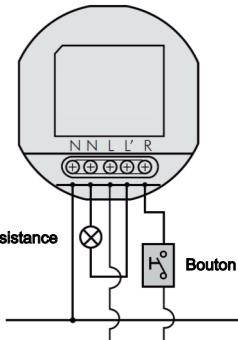
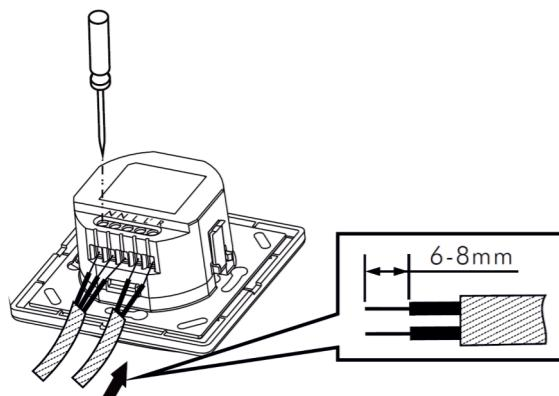

Figure 5
Figure 9
3.3.1 Fonctionnement normal (voir figure 5).
- 3.4.1.2 Desserrez les bornes pour les ouvrir et raccordez les câbles comme indiqué sur les figures 5 - 7. Dénudez les fils sur 6 - 8 mm. (Voir figure 9).